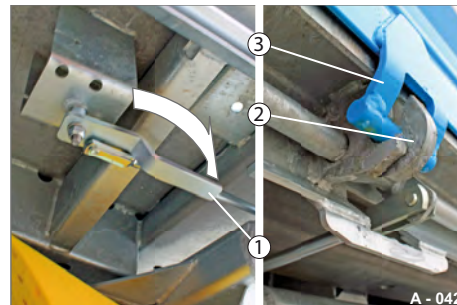

Abb. 50 Zentralverriegelung verriegelt
- ▶ Drücken Sie den Hebel (Abb. 50/1) bis zum Anschlag zu.
- ▶ Alle Verriegelungs-Haken (Abb. 50/2) greifen in die Verriegelungs-Lappen (Abb. 50/3) und drücken die Heck-Bordwand zu.
Alle Verriegelungs-Haken (Abb. 50/2) greifen in die Verriegelungs-Lappen (Abb. 50/3) und drücken die Heck-Bordwand zu.